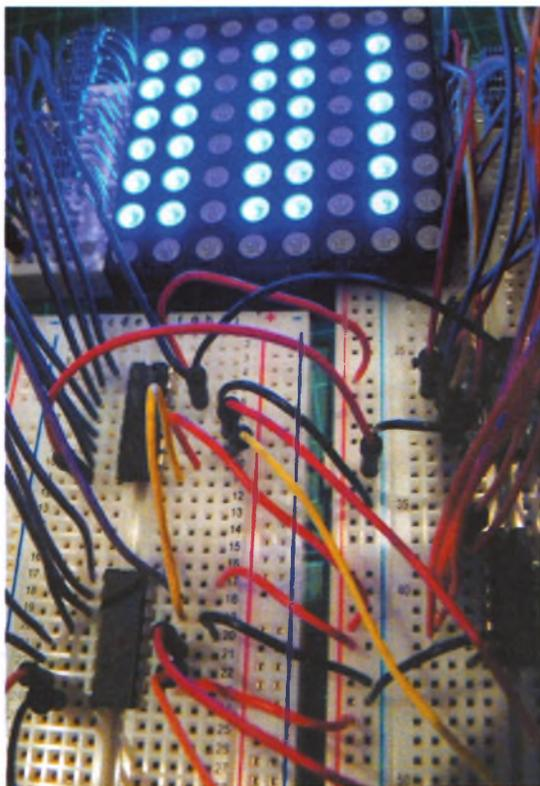

РИСУНОК 24.4
3. Установите один сдвиговый регистр на одну из макетных плат рядом с контактами общего анода светодиодной матрицы. Установите микросхему так, чтобы она перекрывала канавку макетной платы, как показано на рис. 24.4. Подключите контакты общего анода светодиодной матрицы к первому сдвиговому регистру в соответствии с таблицей ниже. Эти контакты не нуждаются в резисторах.